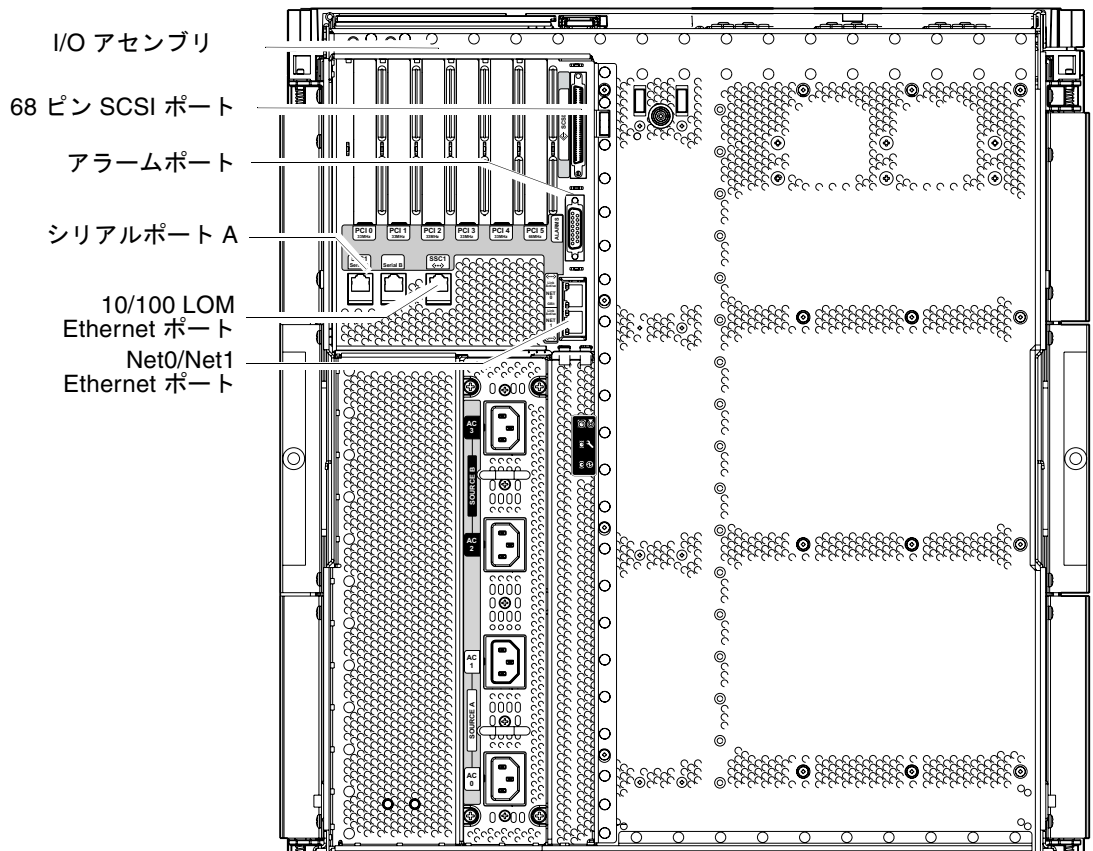

図 1-26 システムコントローラおよび I/O アセンブリの位置
1. I/O Ethernet ケーブルの一方の端を Net0/Net1 Ethernet ポートに接続します (図 1-26)。